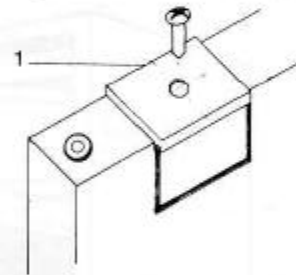

Fig. 13
**Cuando el mueble llegue hasta el techo, es necesario dejar un espacio libre entre éste y el techo (fig. 13).**
**Se o móvel for muito alto, é necessário deixar um espaço entre o tecto e o aparelho (fig. 13).**